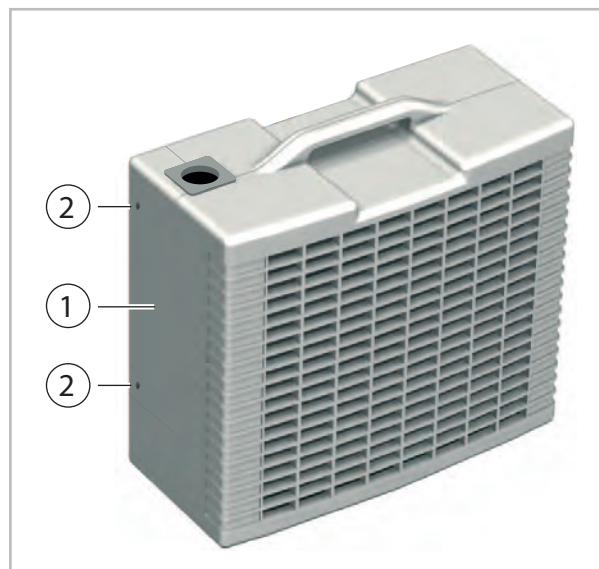

Fig. 12: Retirez le cache
3. ➤ Enlevez les 2 vis du cache à l'arrière de l'unité extérieure (Voir la Fig. 12).